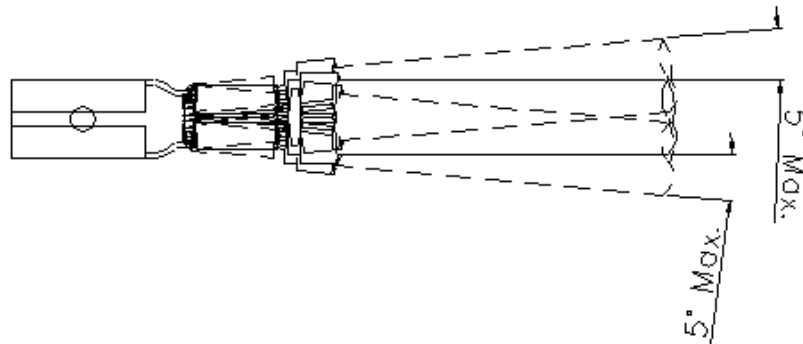

图 4
(2) 压接后的端子在左右范围内的弯曲不得超过在图 4 中指定的限制